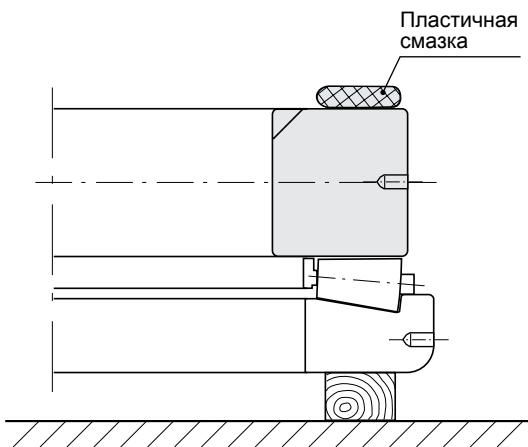

Рис. 3.39
- (3) После того как нанесете тонким слоем пластичную смазку на внутреннюю поверхность внутреннего кольца, совместите оси кольца и сепаратора, а затем установите кольцо на сепаратор. После установки нанесите требуемое количество пластичной смазки на внутреннюю поверхность беговой дорожки (**Рис. 3.39**).